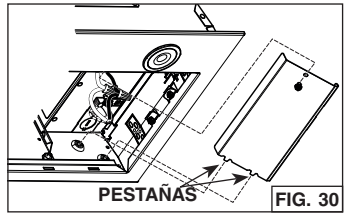

FIG. 30
2. Vuelva a colocar la tapa del compartimento eléctrico; asegúrese de que las pestañas de la parte inferior estén insertadas en su ubicación sobrelevada. Sujétarla a la campana usando su tornillo de sujeción (FIG. 30).